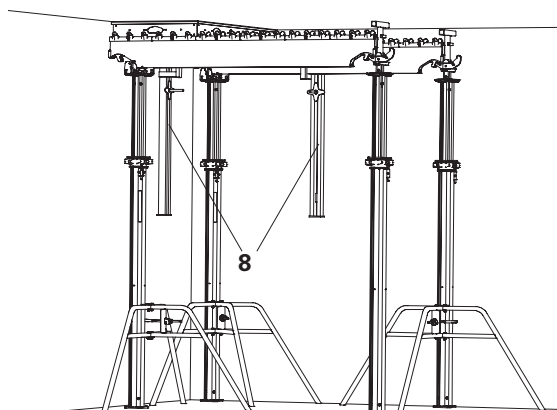

Fig. A4.06
2. Assicurare l'elemento dal lato parete e la trave SLT con il supporto parete SWH-2 (8). (Fig. A4.06)